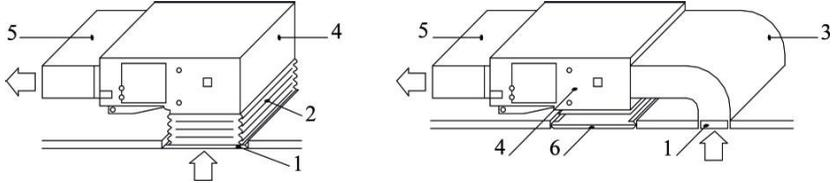

Fig.12
- e. O método de instalação pode ser escolhido considerando as condições do edifício e manutenção, etc., como mostrado na Fig.12.